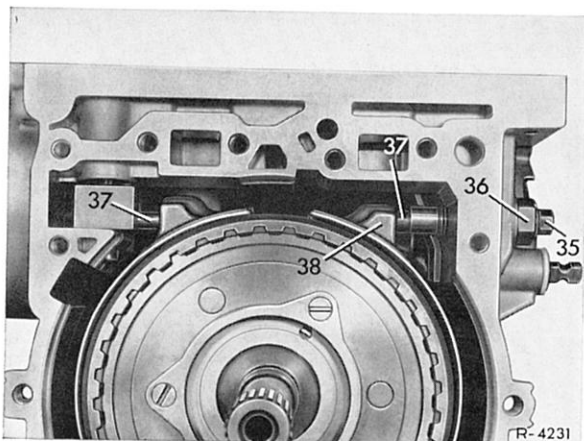

Bild 27–1/16
21 Einstellschraube für Bremsband B 3 (35) durch Lösen der Kontermutter (36) entsichern und herausschrauben. Beide Druckstifte (37) herausnehmen (Bild 27–1/16).